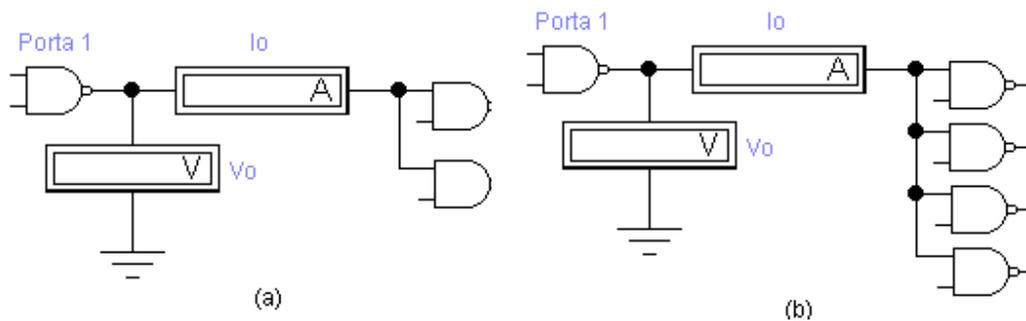

FIGURA 1. Circuito para medida do fan-out de uma porta NAND.
3.1.2 Ligue a saída de uma porta NAND à entrada de duas outras portas NAND, como mostra a Figura 1(a), e preencha a tabela Tabela I na Folha de Respostas. Os parâmetros da Tabela I são medidos em relação à porta1. Acrescente mais duas portas NAND, Figura 1(b) e refaça as medidas completando a Tabela I.